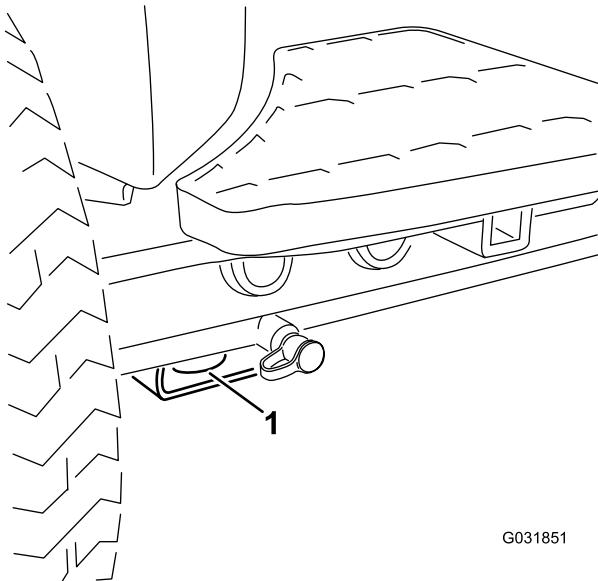

图 56
- **机器前部**——矩形垫片上的孔位于每个前轮胎的轴管下 图 56。